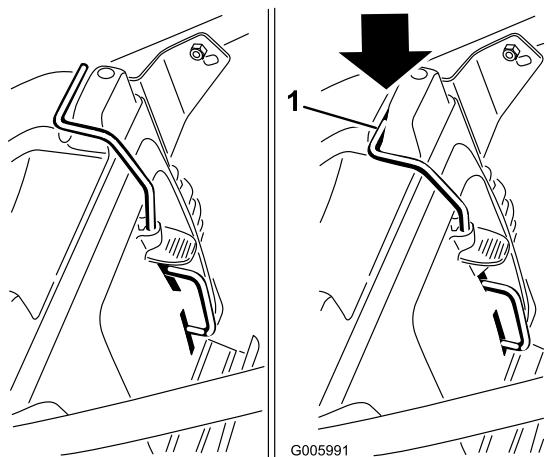
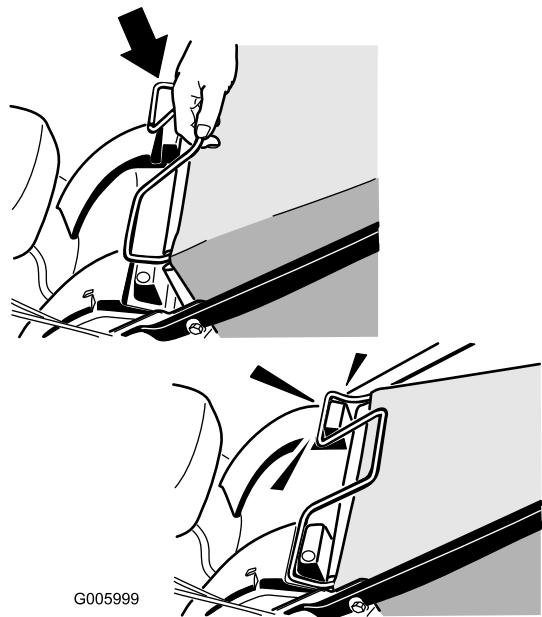

Figura 21
Figura 22
- Instale el tapón de mulching (Figura 21) o la bolsa de recortes (Figura 22) en el cortacésped.